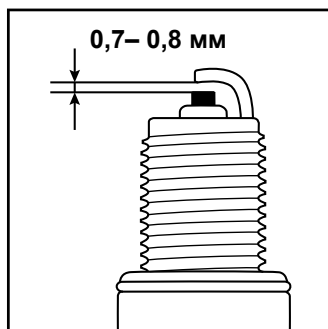

Рис. 13
6. Проверьте величину зазора между заземляющим и центральным электродами, используя специальный шуп. При необходимости установите зазор 0,7-0,8 мм (рис. 13).